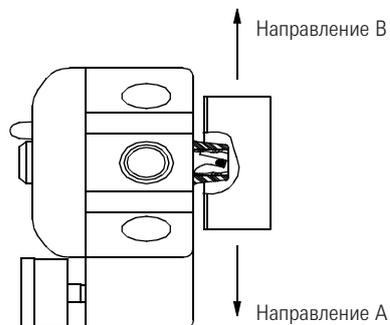

Рисунок 5-1
Поставляемый вместе с указателем положения магнитный блок должен соответствовать длине зонда и направлению отказа исполнительного механизма. Для того, чтобы убедиться в том, что у вас именно то оборудование, которое необходимо, произведите его осмотр с целью определения длины зонда и направления отказа. На более старых версиях SmartCal на магнитном блоке данная информация не указывалась, хотя там все же должен быть указан порядковый номер. Для подтверждения соответствия магнитного блока исполнительным механизмом свяжитесь с предприятием-изготовителем и сообщите ему серийный номер (См. Рис. 5-1 и Рис. 5-2).
- В случае линейного варианта, блок обратной магнитной связи необходимо заказывать в полном соответствии с ходом исполнительного механизма и его направлением отката. (См. Рис. 5-1 и 5-2).